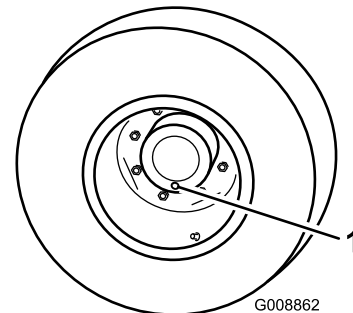

Figura 105
1. Con la máquina en una superficie nivelada, coloque una rueda de manera que uno de los tapones de verificación esté en la posición más baja (posición de las 6) (Figura 105).